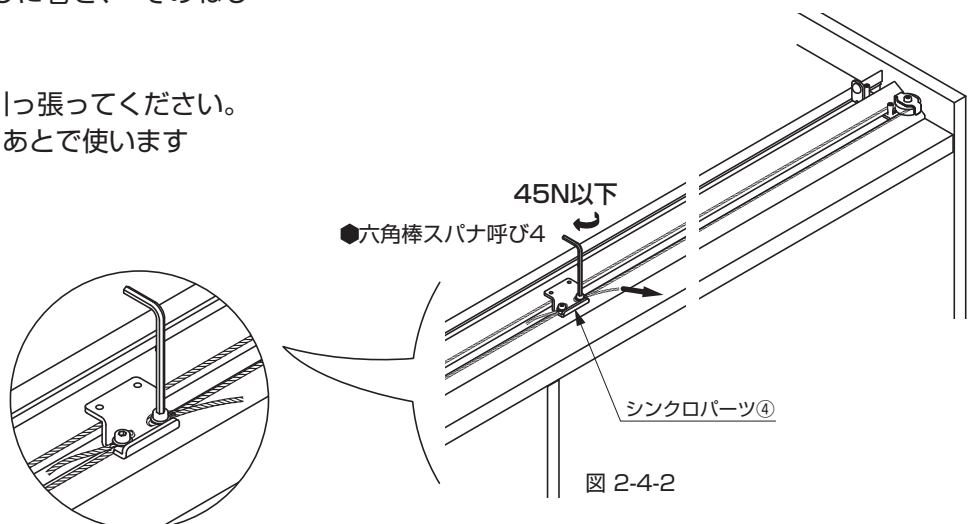

図 2-4-2
(2) 連動ロープ⑦を、左右のローラーガイド⑤の内側を通してローラー⑥の溝に引っ掛け、やや中央にその両端を集めてください(図2-4-2)。
(3) シンクロパーツ④のねじ穴に、ねじをその長さの中間までをねじ込んでください(図2-4-2)。
(4) 連動ロープ一方の端を一方のねじに巻き、そのねじを締めてください。(図2-4-2)。
(5) ロープを45Nを超えない力で引っ張ってください。もう一つのシンクロパーツ④は、あとで使います(図2-4-2)。